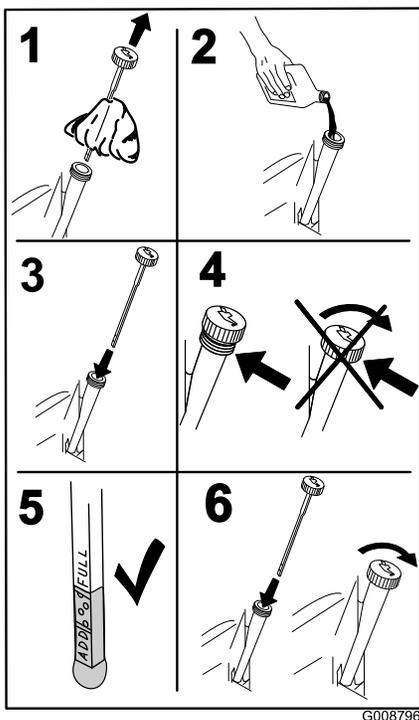

Figure 32
- Versez lentement environ 80% de l'huile spécifiée dans le tube de remplissage puis faites l'appoint lentement jusqu'à ce que le niveau atteigne le repère du plein (**Full**) (Figure 32).